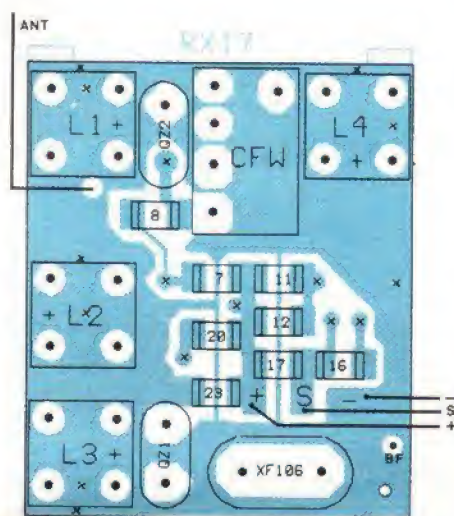

Fig. 7. – Disposition des composants du récepteur sur le recto du circuit imprimé.
a) Le récepteur (fig. 7 et 8)
– Attention, le 5^e picot des bobines doit être enlevé par extraction, mais alors, se méfier des poses incorrectes. La position de ce picot enlevé est repérée par un « + » sur la figure 7. Il est prudent de faire une vérification supplémentaire par le schéma, car la dépose d'une bobine avec trous métallisés est presque mission impossible !
– Notons que les « x » des figures indiquent des passages recto-verso. N'en pas tenir compte si vous avez les trous métallisés. Ils indiquent aussi le point de soudure au plan de masse des blindages de bobines (fig. 7).
– Si l'on soude le XF106 normalement, sa hauteur risque d'être gênante. Nous vous suggérons donc de le monter à plat sur les composants 11, 12 et 17, ses fils coudés à 90°. Un isolant s'impose, le boîtier étant à +4 V. On pourra utiliser de l'adhésif double face ou du caoutchouc liquide. De toute manière, si cette disposition est adoptée, souder au préalable les fils +, – et S, à plat et dans la direction illustrée par la figure 7, visible aussi sur les photos. Si vous optez pour la position verticale, ne pas oublier les isolants du boîtier, dessus, dessous et autour !